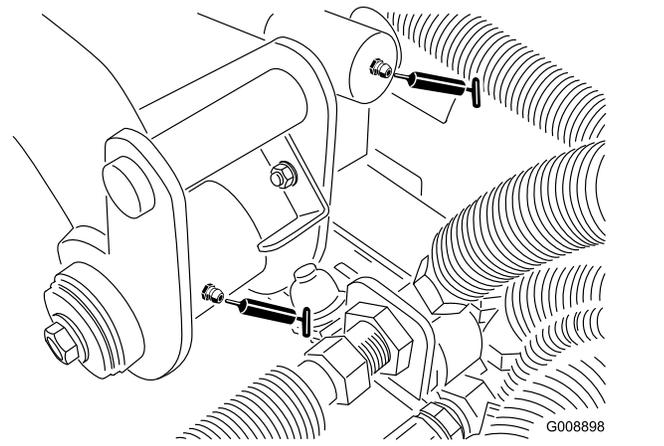

Figura 37
- Pivotes (2) y cilindro de elevación del brazo de elevación trasero (Figura 37)